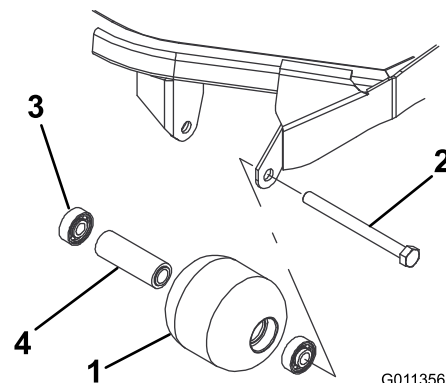

Figura 84
1. Retire el perno de montaje del rodillo (Figura 84).
4. Inspeccione el alojamiento del rodillo, los cojinetes, y el espaciador del cojinete (Figura 84). Sustituya cualquier componente dañado y ensámblelos.
1. Introduzca a presión el primer cojinete en el alojamiento del rodillo (Figura 84). Haga presión solamente sobre el anillo de rodadura exterior, o de forma igual sobre el anillo exterior y el interior.
2. Introduzca el espaciador (Figura 84).
3. Introduzca a presión el segundo cojinete en el alojamiento del rodillo (Figura 84). Presione uniformemente sobre los anillos de rodadura interior y exterior hasta que el anillo interior entre en contacto con el espaciador.